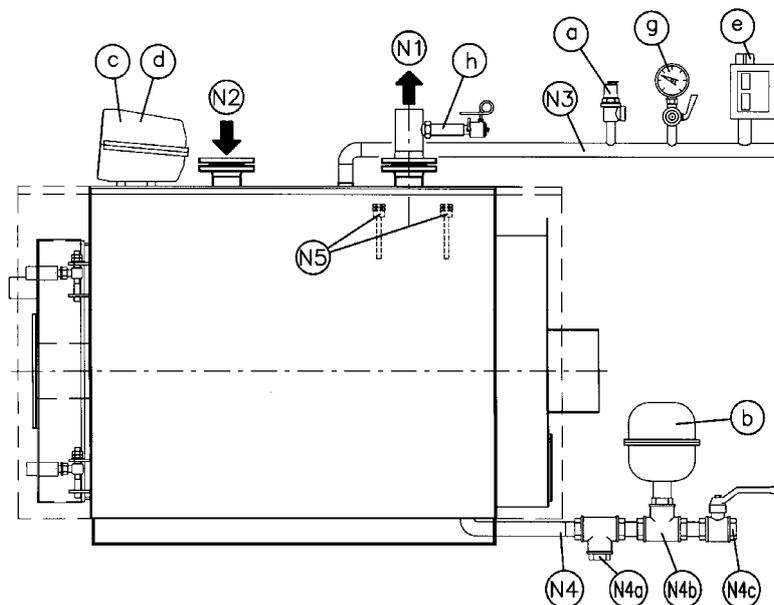

Fig. 2
3.2.1. IMPIANTO TERMICO AD ACQUA CALDA CON VASO D'ESPANSIONE CHIUSO - Potenza al focolare ≤ 300.000 kcal/h - pressione 5 bar (Fig. 2)